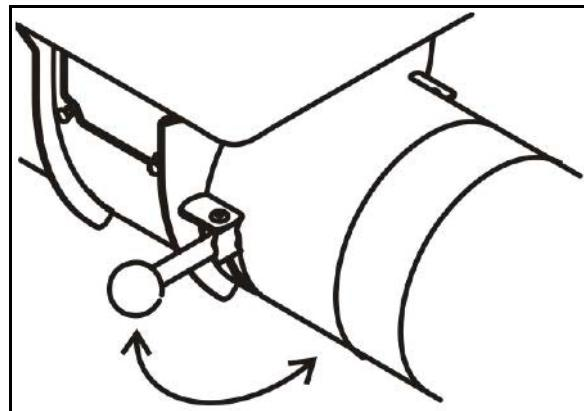

Рис. 83
3. Ослабьте два болта (Рис. 83/1).